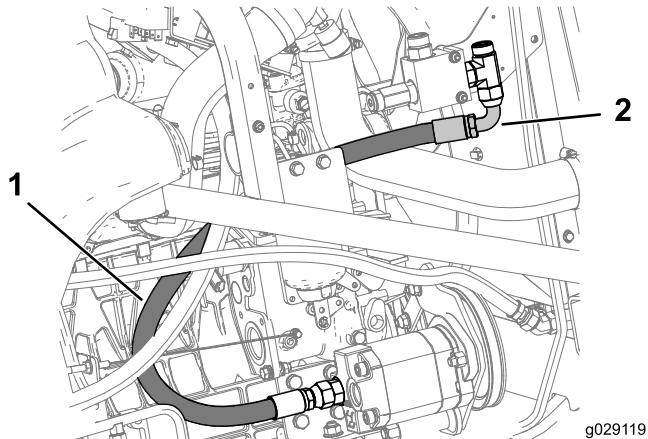

図 27
7. 図 27に示すように、もう5本の油圧ホースCを、左側油圧マニホールドアセンブリのT字アダプタフィッティング 5/8 インチ、オスから、ギアポンプアセンブリのアダプタフィッティング 5/8 x 5/8 インチ、オスに取り付ける。